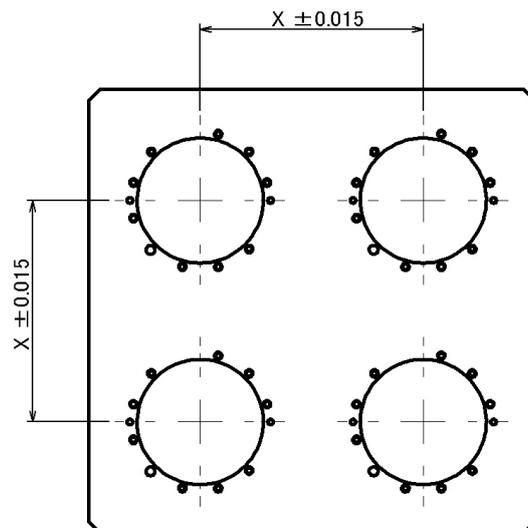

図 6-2 複数のパレットクランプを使用する場合
- 複数のパレットクランプを取り付ける場合、図 6-2 のように取付ピッチ X の公差は±0.015mm 以下としてく